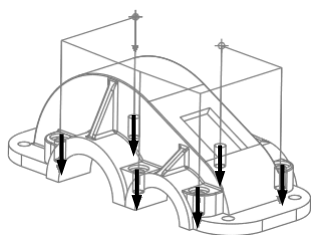

图 10.2.51 所选择的轴
Step6. 在“孔”对话框 **孔** 选项卡中选择 **规则: 直径** 选项，在 **可用:** 列表中选择 10，然后单击 **>>** 按钮，将其加入到 **选定:** 列表中，此时图形区显示如图 10.2.51 所示，单击 **✓** 按钮，系统返回到“参考”设置界面。